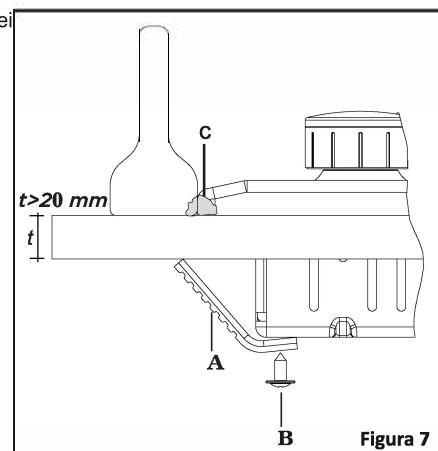

Figura 7
- Fixați plita în pozitie prin intermediul brățărilor de fixare (A) și a șuruburilor (B). Depinzând de grosimea blatului de lucru, ajustați poziția brățărilor de fixare așa cum este specificat în Figura 7 și strângeți șuruburile pornind de la marginea inferioară frontală.